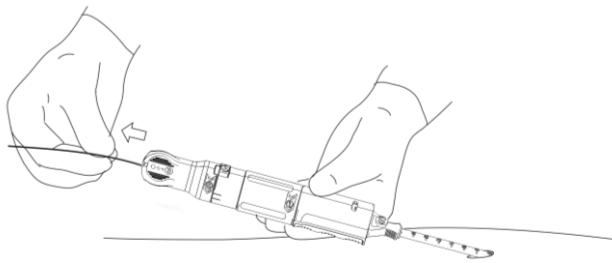

Bild 14. Avlägsnande av ledare.
- Lokalisera den indikator som är märkt med "3" och avlägsna ledaren helt och hållit från patienten och PerQseal® förslutningsanordning. Avlägsnandet av ledaren kan utföras av en assistent. Bild 14.